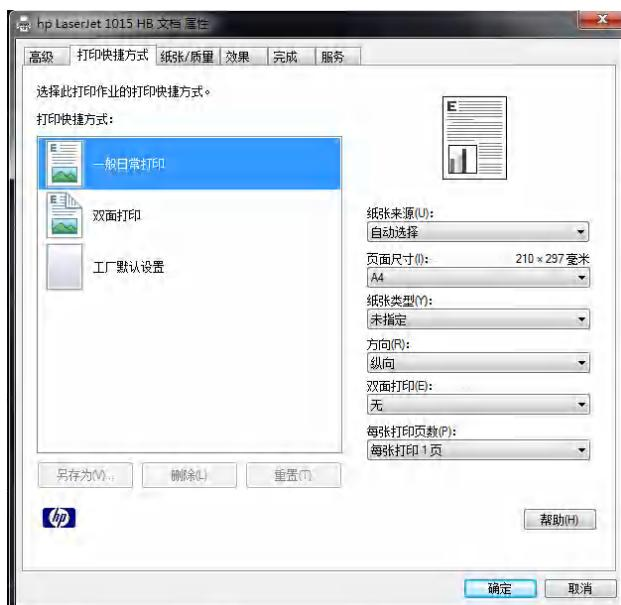

图 3.22 打印属性界面
- 步骤2.** 配置打印机。选择相应的打印机，如果需要进行特殊配置，可点击属性进行打印机的体配置，如图 3.22 所示。